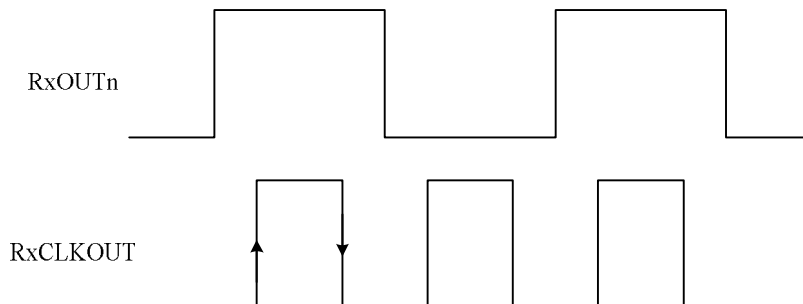

图 5 解码输出时钟与数据采样关系图
2) 输出的 28 bits 并行数据 RXOUTn 与时钟 RXCLKOUT 为同步关系，时钟上升沿和下降沿均可采样到有效数据，后级接收芯片应用时，应根据建立保持时间和像素时钟频率选用，如下图 5 所示：